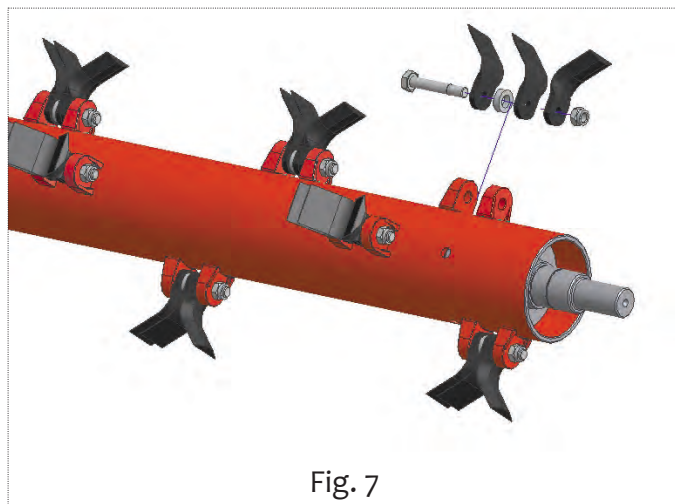

Fig. 7
- Enlever l'écrou (Fig. 7) du boulon de fixation du couteau usé, en faisant attention pendant le montage à remettre le couteau neuf exactement dans la même position
- enlever l'écrou (Fig. 7) du boulon de fixation des socs usés, en faisant attention aux différents éléments et en particulier à la position des entretoises (Fig. 7) ; Lors du remontage remettre les socs neufs et les composants exactement dans la même position